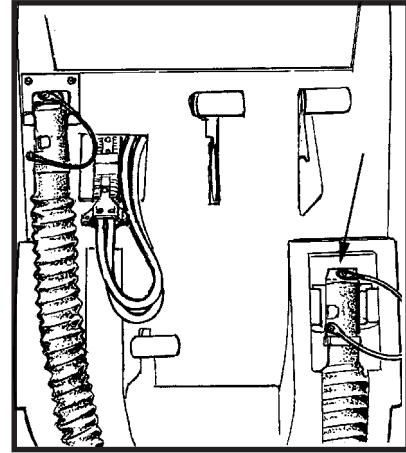
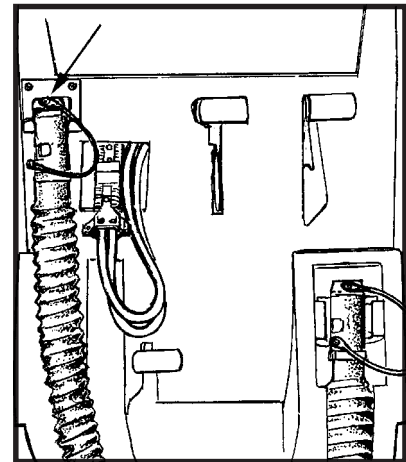

Abb. 3
Abb. 4
1. Entleeren Sie den Laugentank (Abb.3) und den Schmutzwassertank (Abb.4). Zum Leeren der Tankbehälter verfahren Sie wie folgt: